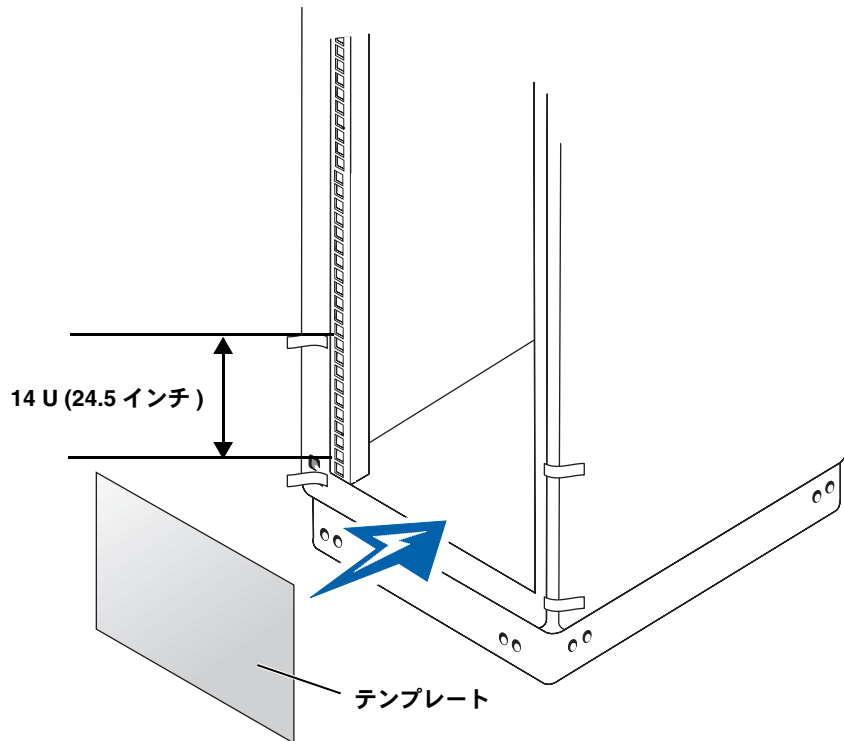

図 5-3. ラックに印を付ける
2. ラックの前面垂直レールでシステムの上端と下端に当たる位置に、フェルトペンで印を付けるか、マスキングテープを貼ります(図 5-3 を参照してください)。